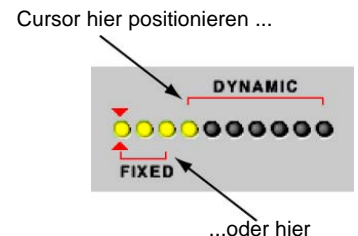

ABBILDUNG 7-12: Ändern der Filterzuweisung mit der Maus
1. Den Cursor zwischen den roten Klammern positionieren (siehe Abb. 7-12).